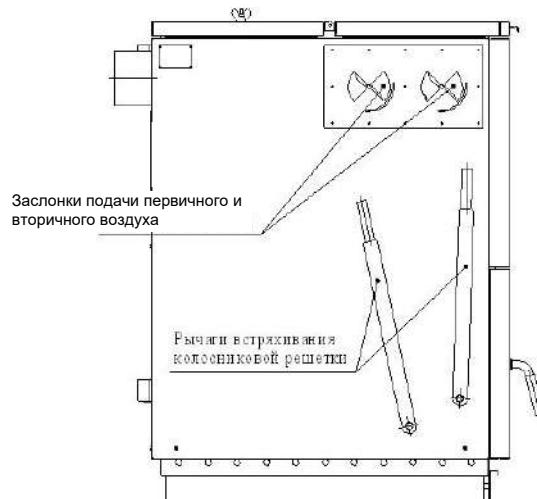

Рис. 20 Заслонки первичного и вторичного воздуха 60-100 кВт
- Для котлов типа 12-45 кВт первичный и вторичный воздух подаются через регулируемую воздушную заслонку дверцы зольной камеры. Для котла типа 60-100 кВт – через заслонки, расположенные на боковых стенах котла (см. рисунок 20);
- Установить рычаг встряхивания колосниковой решетки в рабочее положение (См. рис. 20,22)